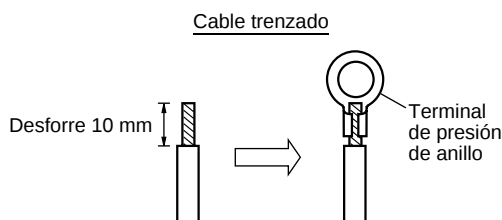

Fig. 5-5
- (1) Corte el extremo del cable con alicates de corte, y desforre el aislante para exponer el cable trenzado unos 10 mm y retuerza con fuerza los extremos del cable. (Fig. 5-5)